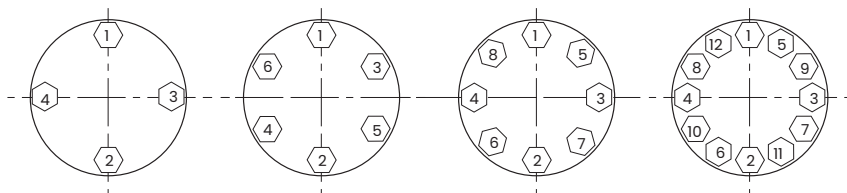

Figura 11 – Cupluri pentru șuruburi și secvența de strângere
Carcasa, locașul și capacul trebuie aliniate corect în corp. Carcasa trebuie instalată cu piesele la capătul inferior, lângă inelul de poziție. Strângeți piulițele (10) până ce obțineți contactul metal pe metal cu un cuplu adecvat al șurubului. Consultați Figura 11 pentru cuplul corect al șurubului și specificații privind secvența de strângere.
- G. Introduceți inelul de etanșare (6) [și de ungere (7) pe supapa echipată cu o conexiune opțională pentru gresor sau detectarea scurgerilor]. Consultați Secțiunea 7.6 pentru procedura de etanșare corectă a ansamblului, pentru design-uri standard sau opționale.
- H. Instalați tachelul de etanșare (5) și flanșa de etanșare (4).
- I. Instalați piulițele prezoanelor flanșei de etanșare (3).